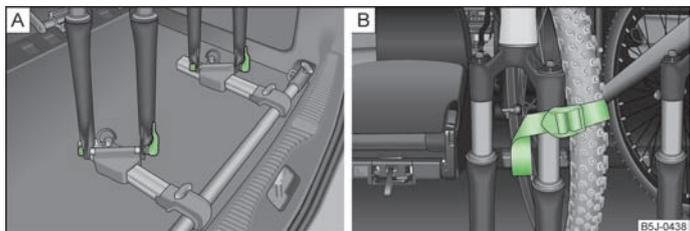

Fig. 53 Inserire la bicicletta / Esempio di fissaggio della ruota anteriore
- Posizionare la forcella della bicicletta e fissarla con l'unità di serraggio rapido » fig. 53 - **A**.
- Se possibile, inserire la ruota anteriore smontata tra il pedale sinistro e il telaio della bicicletta stessa e quindi fissare con una cinghia sulla forcella anteriore » fig. 53 - **B** o a uno degli elementi di fissaggio.